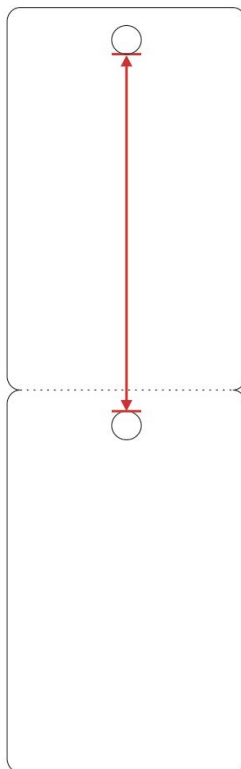

图 2-15
- 通过定位孔探测标签时，请在标签编辑软件中将标签的高度设置为孔的下端到下一个孔的上端的距离，如图 2-15 所示。